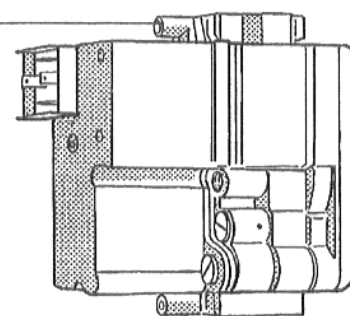
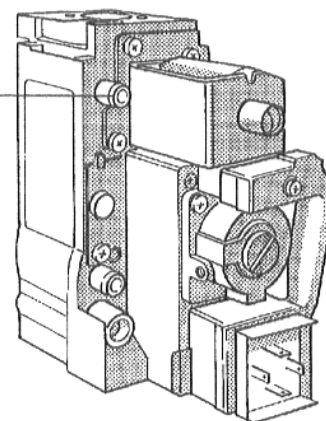

Рис. 19: Арматура газовой горелки "BM" 762-012
Рис. 20: Арматура газовой горелки "Honeywell"
- Ослабить резьбовую пробку контрольного ниппеля давления подключения на арматуре газовой горелки (Рис. 19 или Рис. 20) на два оборота.
**природный газ E (H):**